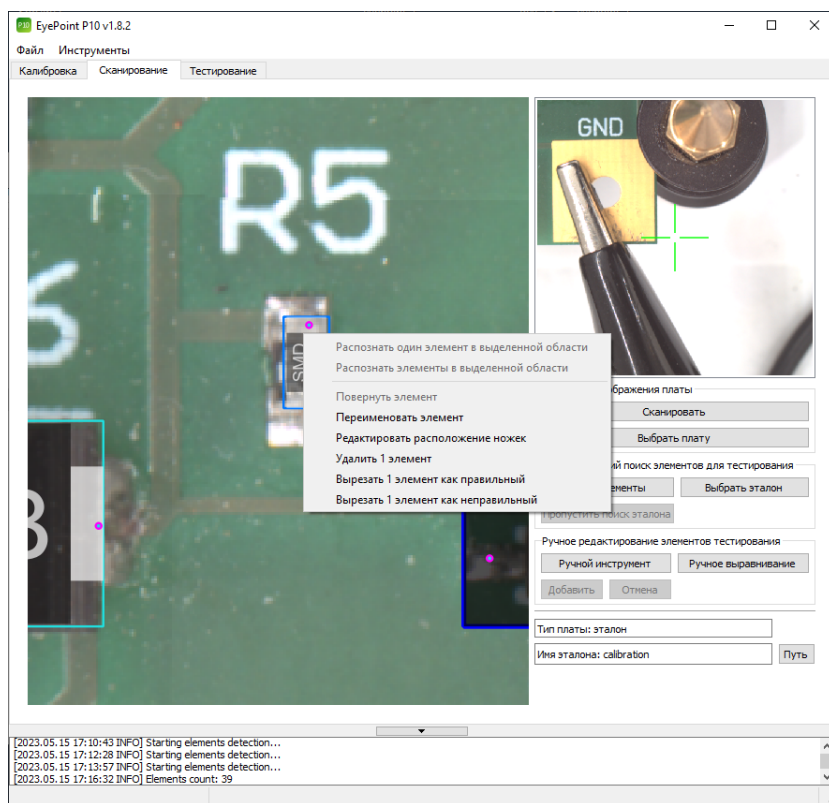

Рисунок 22. Меню редактирования элемента ПО EyePoint P10.
2. Нажать на него правой кнопкой мыши для вызова контекстного меню и выбрать один из пунктов в зависимости от задачи (Рисунок 22).